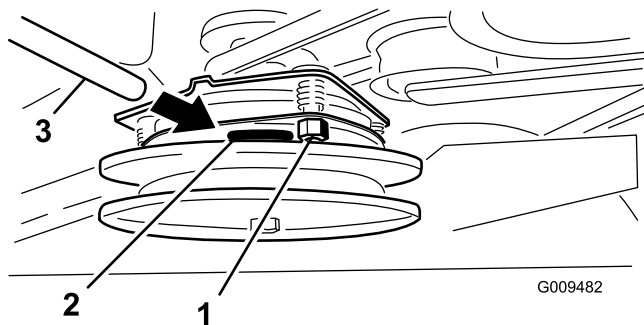

Figura 61
3. Apriete las contratuercas hasta fijar ligeramente la galga pero dejando que ésta se pueda mover con facilidad en la separación (Figura 61).